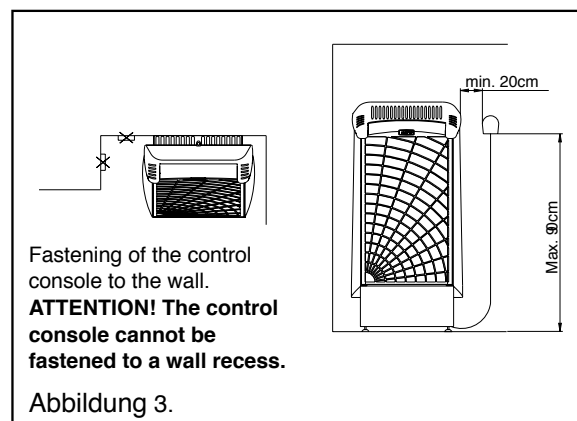

Abbildung 3.
- In der Sauna sind die maximale Anbringungshöhe der Steuereinheit 90 cm und der Mindestabstand zum Saunaofen 60 cm (siehe Abb. 3).